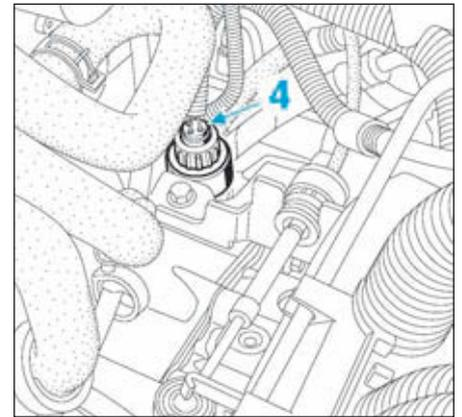

FIG.4
- Débrancher le connecteur du capteur de tachymétrique (4) (Fig.4).